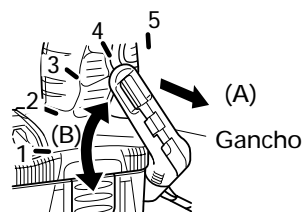

Fig. 5
- Extraiga el gancho hacia sí en la dirección de la flecha (A) y gírelo en la dirección de la flecha (B) (Fig. 5).
- (2) La dirección de la luz se puede ajustar dentro del alcance de las posiciones 1 - 5 del gancho (Fig. 5).